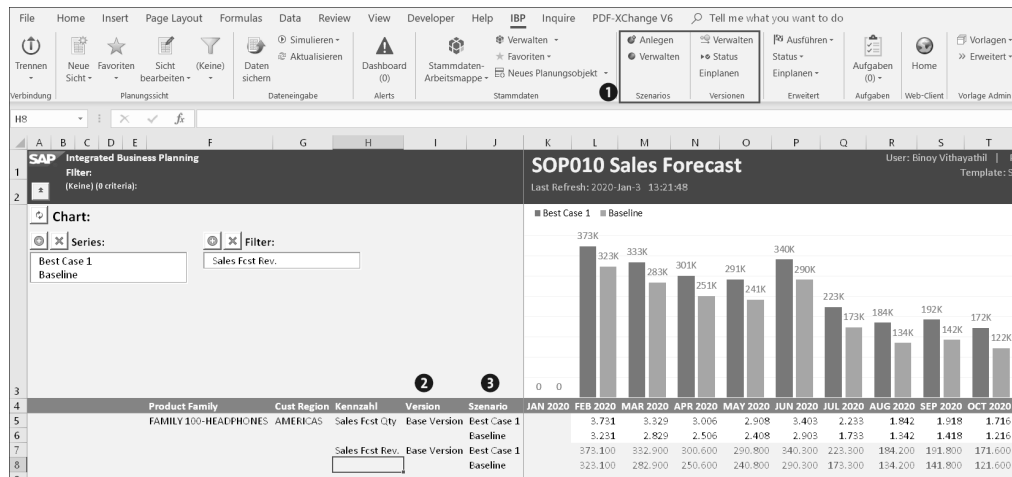

Abbildung 4.8 Szenario und Version in der Excel-Benutzeroberfläche
Wie in Abbildung 4.8 dargestellt, können Sie in Excel ganz einfach die in der Konfiguration vorgesehenen Versionen und angelegten Szenarios auswählen und miteinander vergleichen ❶. In diesem Beispiel werden auf Basis der **Base Version** ❷ die Szenarios **Baseline** und **Best Case 1** nebeneinandergelegt ❸.